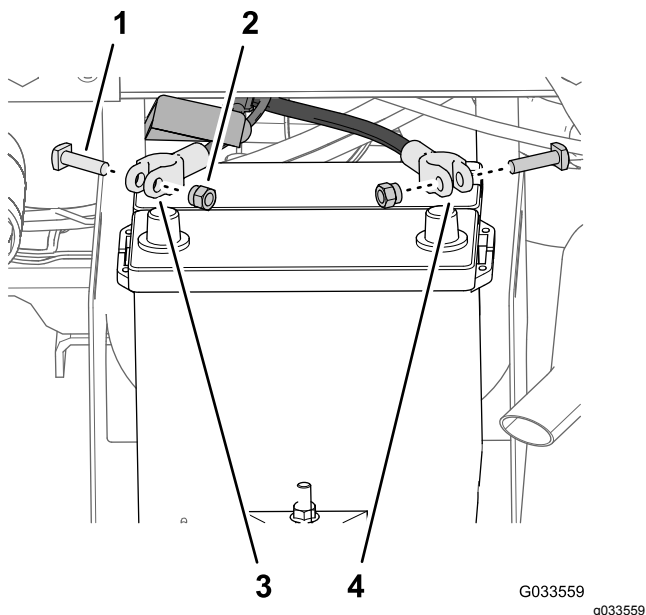

Figura 27
1. Retire las tuercas y los pernos en T de las abrazaderas de los cables positivo y negativo de la batería (Figura 27).